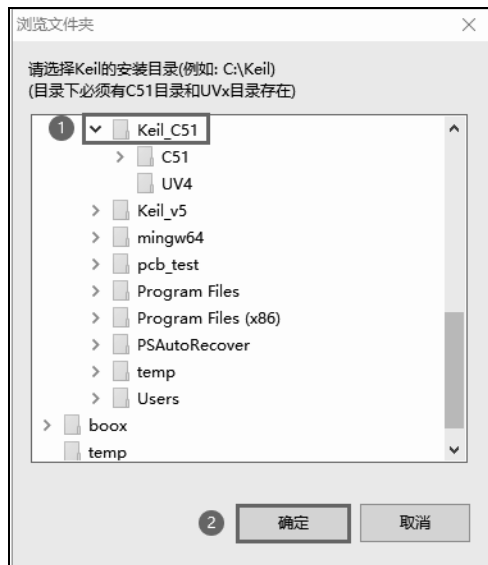

图 1-19 “浏览文件夹”对话框
(2) 在打开的如图 1-19 所示的“浏览文件夹”对话框中，选择 Keil C51 软件安装路径下的“Keil_C51”文件夹，然后单击“确定”按钮。